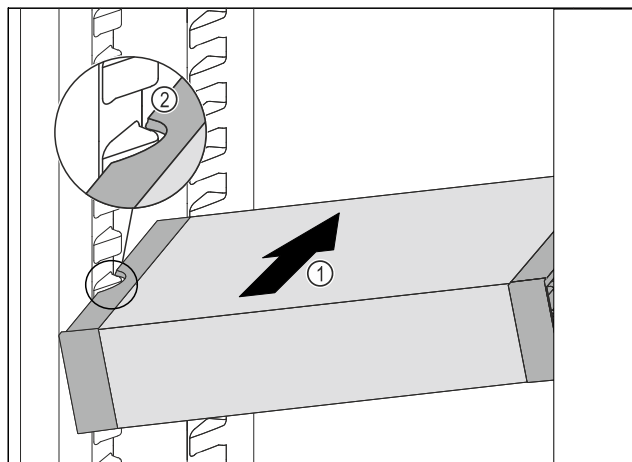

Fig. 89
- Вкарайте VarioSafe под ъгъл в хладилната част Fig. 89 (1), докато страничните прорези Fig. 89 (2) на VarioSafe се намират на височината на ребро на съда в хладилната част.